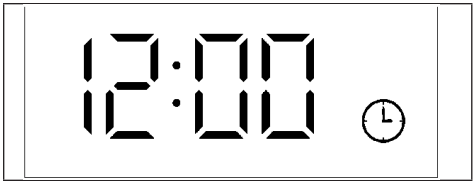

Bild 1: Anfänglicher Standby-Modus
- Im ausgeschalteten Zustand kann die Taste oder der Funktionsknopf KB1 in den Standby-Zustand geschaltet werden, und im Standby-Zustand werden die Echtzeit-Systemuhr und das Uhrensymbol angezeigt. (Der Anzeigeeffekt ist in Bild 1 dargestellt.)